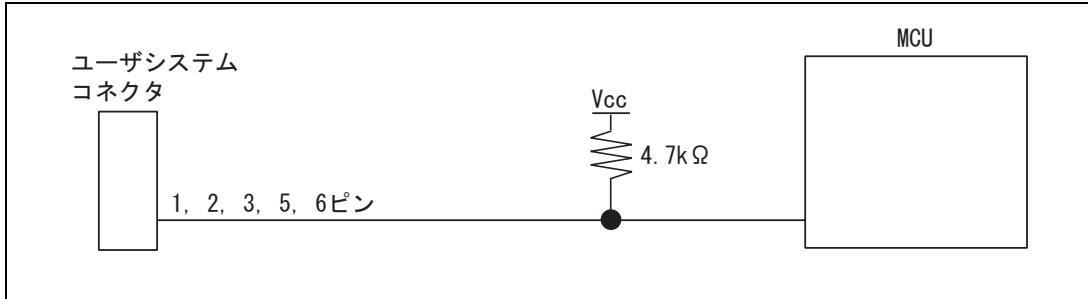

図 1.4 E10A-USB エミュレータと MCU の接続
3. ユーザシステムコネクタの4ピンのRES(in)#端子はE10A-USBエミュレータがMCUに対して出力する信号線です。ユーザシステム上のリセット回路と4ピンのRES(in)#端子を図1.4のようにして、MCUに結線してください。また、ユーザシステムコネクタの7ピンのRES(out)#端子はE10A-USBエミュレータがMCUのRES#端子をモニタする信号線です。ブルアップの上、ユーザシステムコネクタの7ピンに結線してください。